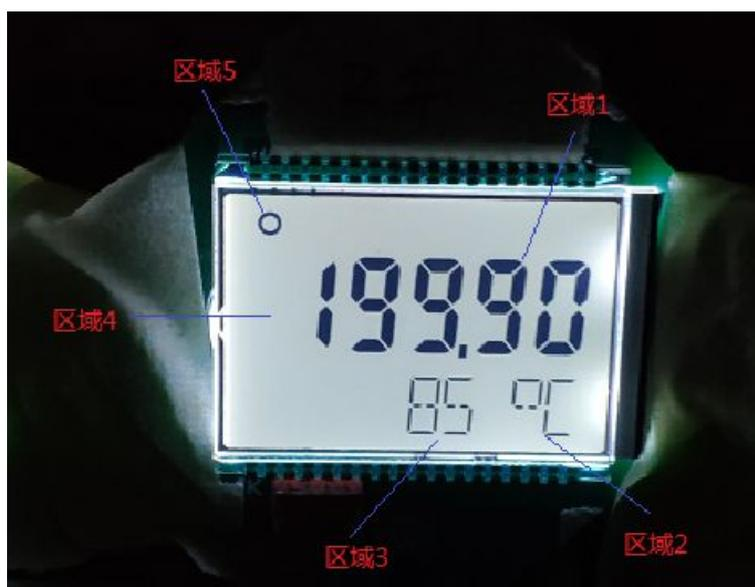

图 1
在 TTS 温变正常工作过程中，LCD 显示区域由以下 5 部分组成，见图 1，顺时针方向，依次为区域 1，区域 2，区域 3，区域 4，区域 5。各区域显示内容表达的具体意义如下。
(1) 区域 1 显示内容为传感器测量的温度值，在图 1 中为 199.90。
(2) 区域 2 显示温度的单位，在图 1 中为 °C，结合区域 1 的数值，表示仪表当前测量温度为 199.90°C。
(3) 区域 3 显示仪表的状态，这些状态值一部分用于提示用户，帮助用户掌握仪表的工作情况；一部分用于提示仪表厂商，帮助仪表厂商快速分析仪表在生产、使用过程中出现的问题。用户关心的几个状态为：